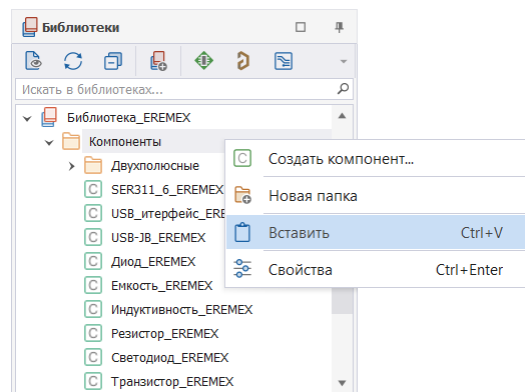

Рис. 325 Вставка библиотечного объекта из буфера памяти
4. В выбранном узле из контекстного меню выбрать «Вставить», см. Рис. 325.